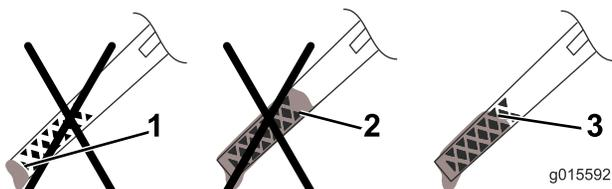

Figura 28
13. Rimuovete l'asta e controllate il livello dell'olio sull'asta (Figura 28).